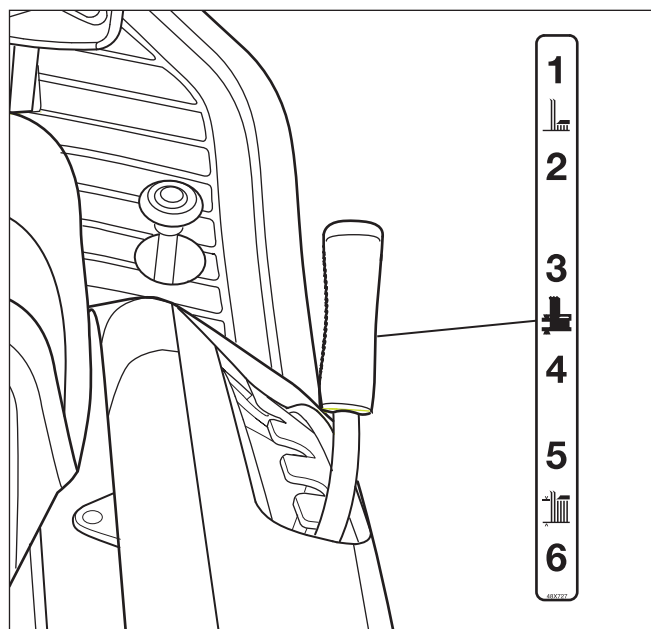

Rysunek 15
2. Pociągnij w górę dźwigenkę (gałkę) hamulca ręcznego (**Rysunek 15**).
4. Zaciągnij hamulec ręczny (zobacz **Rysunek 15**).